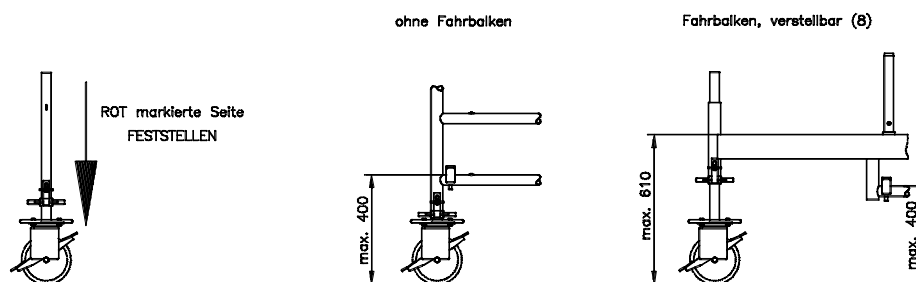

Bild 6a - Fahrrolle / max. Ausspindelung ohne Einstiegsbelag
- ⇒ Die Fahrrollen (14) sind mit einem doppelseitigen Hebel zum Feststellen bzw. Lösen der Rolle versehen.
- ⇒ Die Fahrrolle (14) hat eine Tragfähigkeit von 11,9 kN und kann bei allen Gerüsttypen der Fahrgerüstreihe 46 zum Einsatz kommen.
- ⇒ Die an der Fahrrolle vorhandene Spindel dient dem Höhenausgleich und damit dem vertikalen Ausrichten des Gerüsts. Beim Ausspindeln ist zu beachten, dass der Abstand der ersten Sprosse zum Boden nicht mehr als 400mm beträgt (Bild 6a).